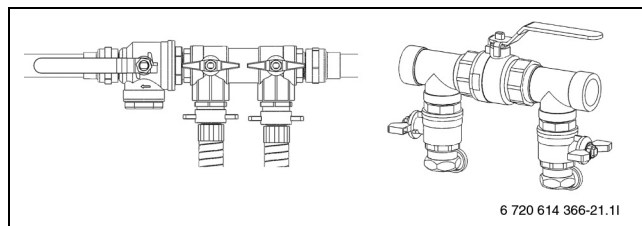

Рис. 31 Узлы заполнения в нормальном положении
- ▶ Установите краны на узле заполнения в нормальное положение (→ рис. 31) и выключите насос заполняющей станции.